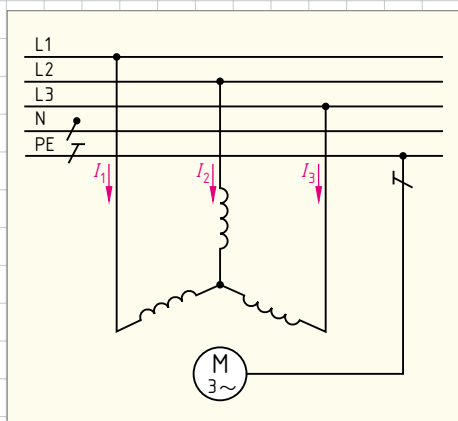

Bild 1: Drehstrommotor in Sternschaltung
- In der Reparaturwerkstatt ist ein Drehstrommotor in Sternschaltung an das 400/230-V-Netz angeschlossen (► Bild 1). In jedem Außenleiter fließt ein Strom von 7,25 A bei einem Leistungsfaktor von $\cos \varphi = 0,8$. Zeichnen Sie das Zeigerbild der Ströme und das Stromdreieck.